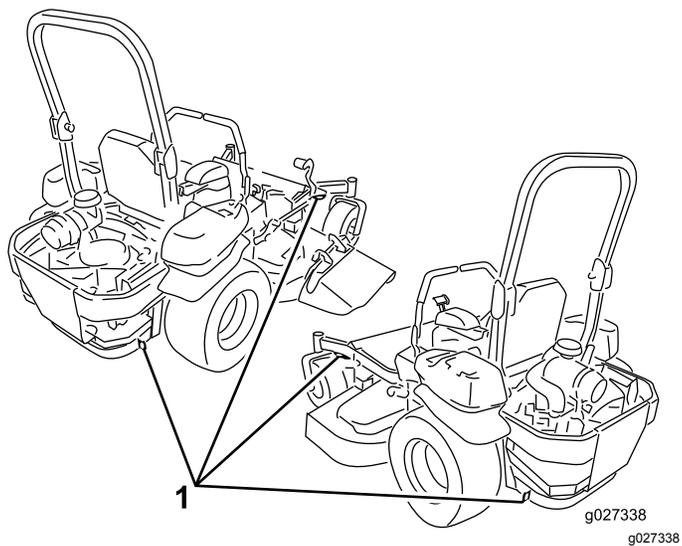

Bild 42
6. Vergurten Sie die Maschine in der Nähe der vorderen Laufräder und der hinteren Stoßstange mit Riemen, Ketten, Kabeln oder Seilen (Bild 42). Ziehen Sie in Bezug auf Anforderungen für Befestigungen geltende Vorschriften zurate.